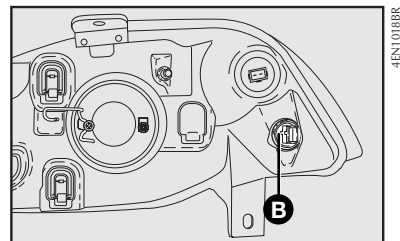

fig. 37
- 2) retirar el portalámparas **B-fig. 37** girando en sentido antihorario;